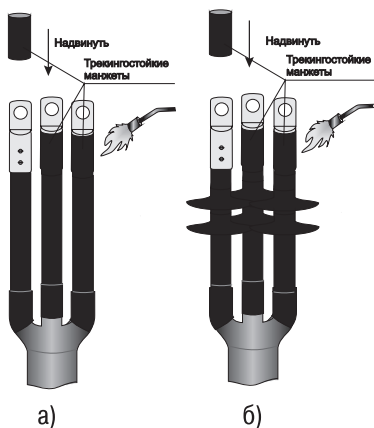

Рисунок 14
4.27.5 Обезжирить на каждой жиле цилиндрическую часть наконечников и трубку по жиле на длине 60–70 мм. Надвинуть трекинговые манжеты на трубчатую часть наконечников и усадить их, начиная с середины. После усадки манжеты должны плотно облегать наконечники и трубки на жилах. По торцам манжет должен выступить расплавленный клей (рисунок 14).